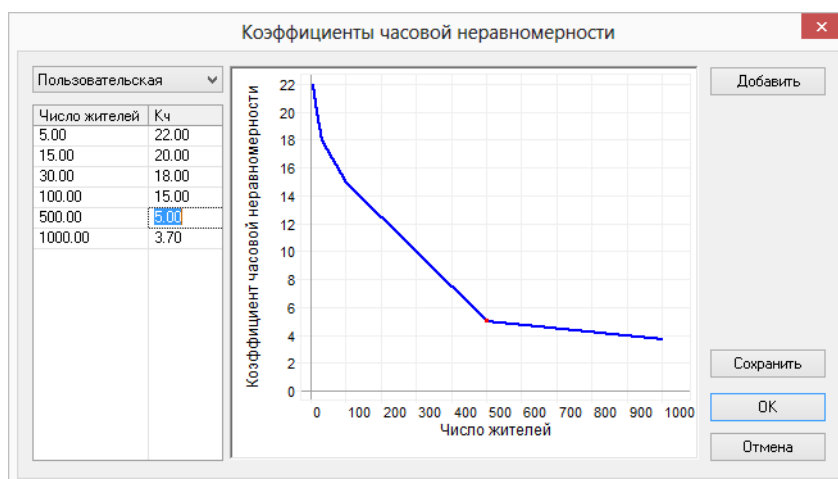

Рисунок 20.33. Пользовательская зависимость
5. Заполните необходимое количество строчек для построения графика изменения коэффициентов часовой неравномерности. График строится автоматически по указанным в таблице значениям. Рисунок 20.33, «Пользовательская зависимость»